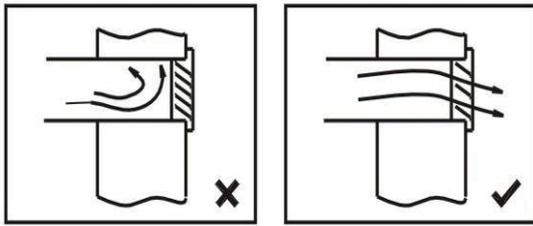

图3 室外风口形式
4.4 室外墙壁、室内吊顶上的装饰风口风阻要小, 室内最好安装森德标准的送回风口。室外风口若为防水百页, 其口径面积应为其相连接风管截面积的  $3\sim 4$  倍, 且叶片的形状有利于气流通过。室外风口选型如图 3 所示。